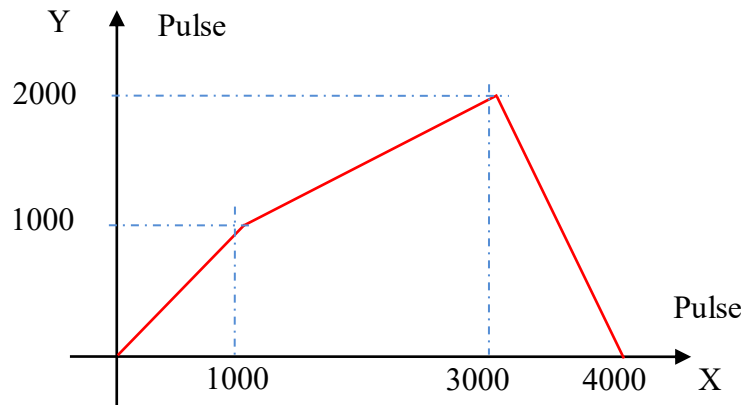

图 8.26 三段直线的连续插补轨迹
**例程 8.6:** 编写程序用连续插补指令实现 XY 轴进行三段直线连续插补，速度均为 1000Pulse/s，加減速度为 2000Pulse/s2，第一段终点坐标为（1000，1000），第二段终点坐标为（3000，2000），第三段终点坐标为（4000，0），如图 8.26 所示。